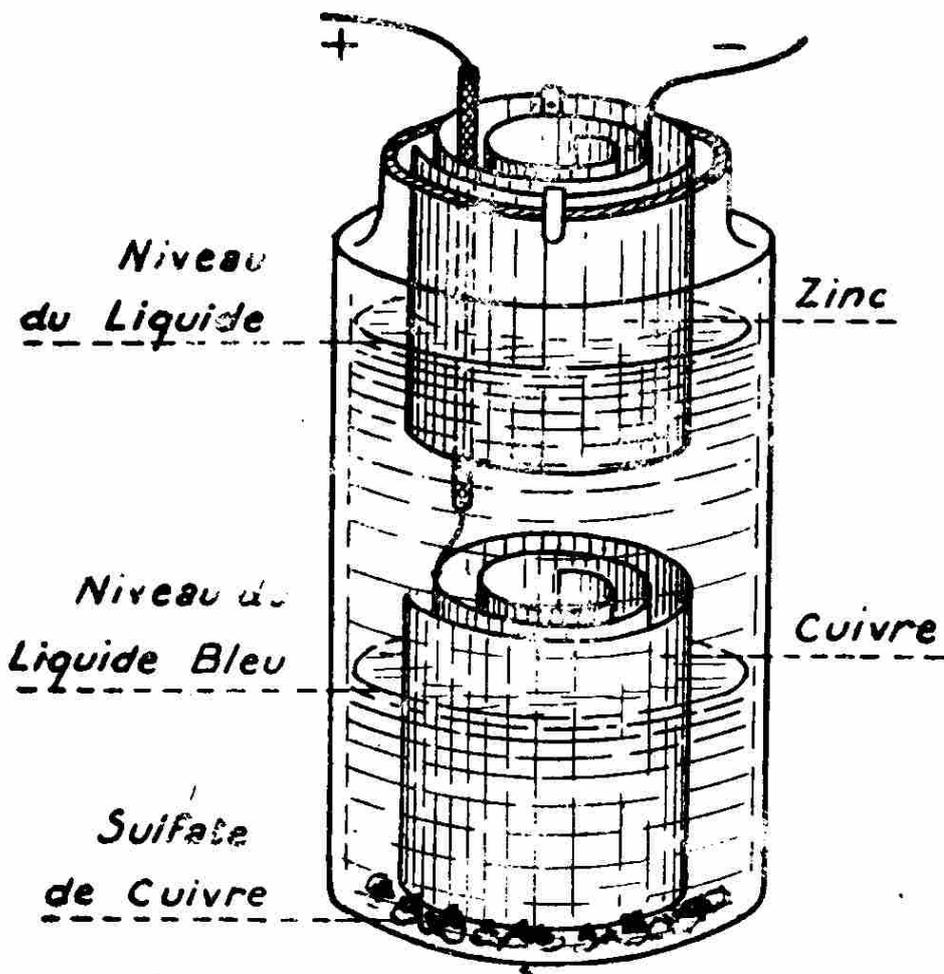

Fig. 76. — Pile au sulfate de cuivre pour recharge d'accumulateurs.
pour sonnerie) de 18 centimètres de hauteur environ et au fond duquel vous disposerez, roulée en spirale, une lame mince de cuivre rouge de 8 à 10 centimètres de large sur 30 de long (1) ; à cette lame attachez un fil de cuivre isolé au caoutchouc (fil pour installation d'éclairage) : ce sera le *pôle positif* de votre pile. Le *néгатif* sera soudé d'autre part, à une feuille de zinc de même dimension que la lame de cuivre. Arrangez-vous maintenant de manière à placer le zinc au-dessus du cuivre, le plus près possible, sans toutefois les faire toucher. Il ne vous restera plus qu'à remplir le vase avec de l'eau pure, puis à jeter dans le fond quelques cristaux de sulfate de cuivre, destinés à se dissoudre au fur et à mesure que la pile fonctionnera (fig. 76).